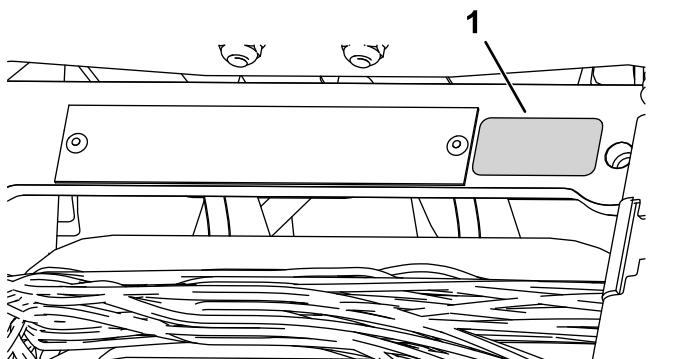

Bild 16
- Bringen Sie den Baujahr-Aufkleber in der Nähe der Seriennummernplatte an (Bild 16).